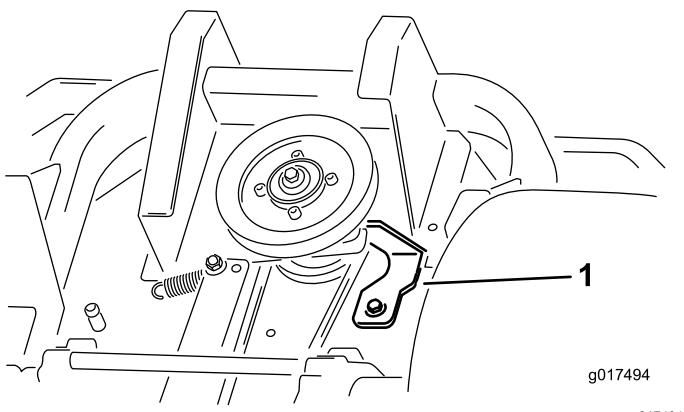

Figura 63
5. Retire el tope del embrague (Figura 63).